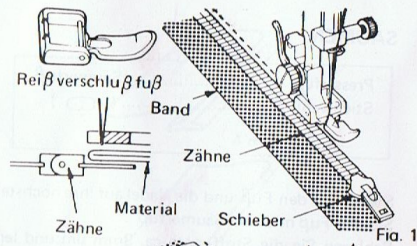

Fig. 1
1. Falten Sie den Saum in der gewünschten Breite und pressen Sie diesen (Fig. 1)